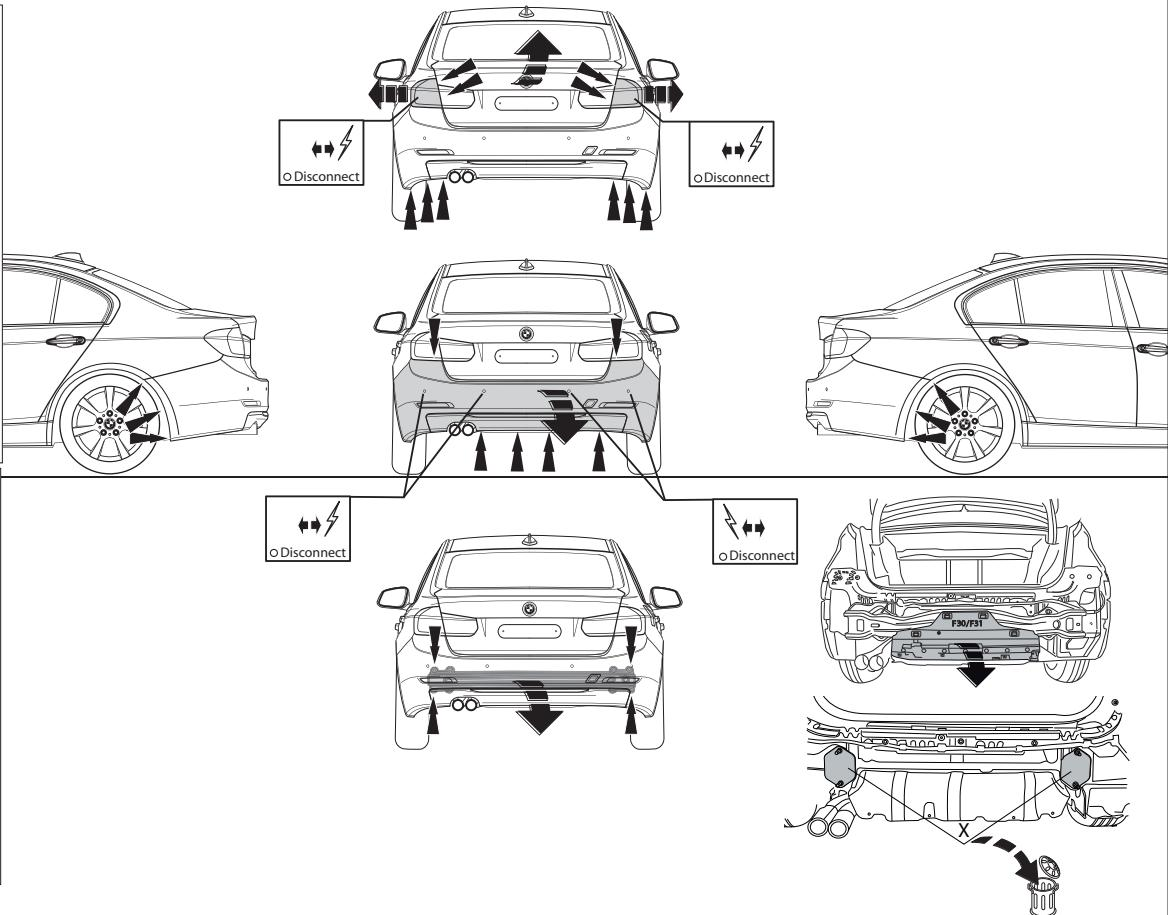

Fig.1
1. Снять оба блока задних фар. См. рисунок 1.
3. Снять бампер вместе со стальным буферным бруском автомобиля, Снять пластмассовый корпус с металлического буферного бруса. буферный брус больше не понадобится. По мере необходимости, удалить наклейки на местах крепления X. См. рисунок 1.